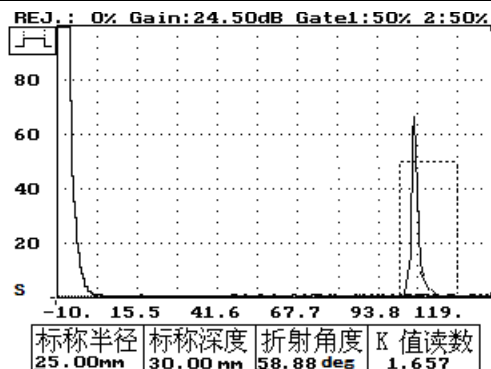

图 18-29
(1)、按进入键——退出折角校准的测试状态，同时在“折射角度”参数下有一“—”光标，提示用户是否对折射角度参数进行修改。如图 18-29 所示。